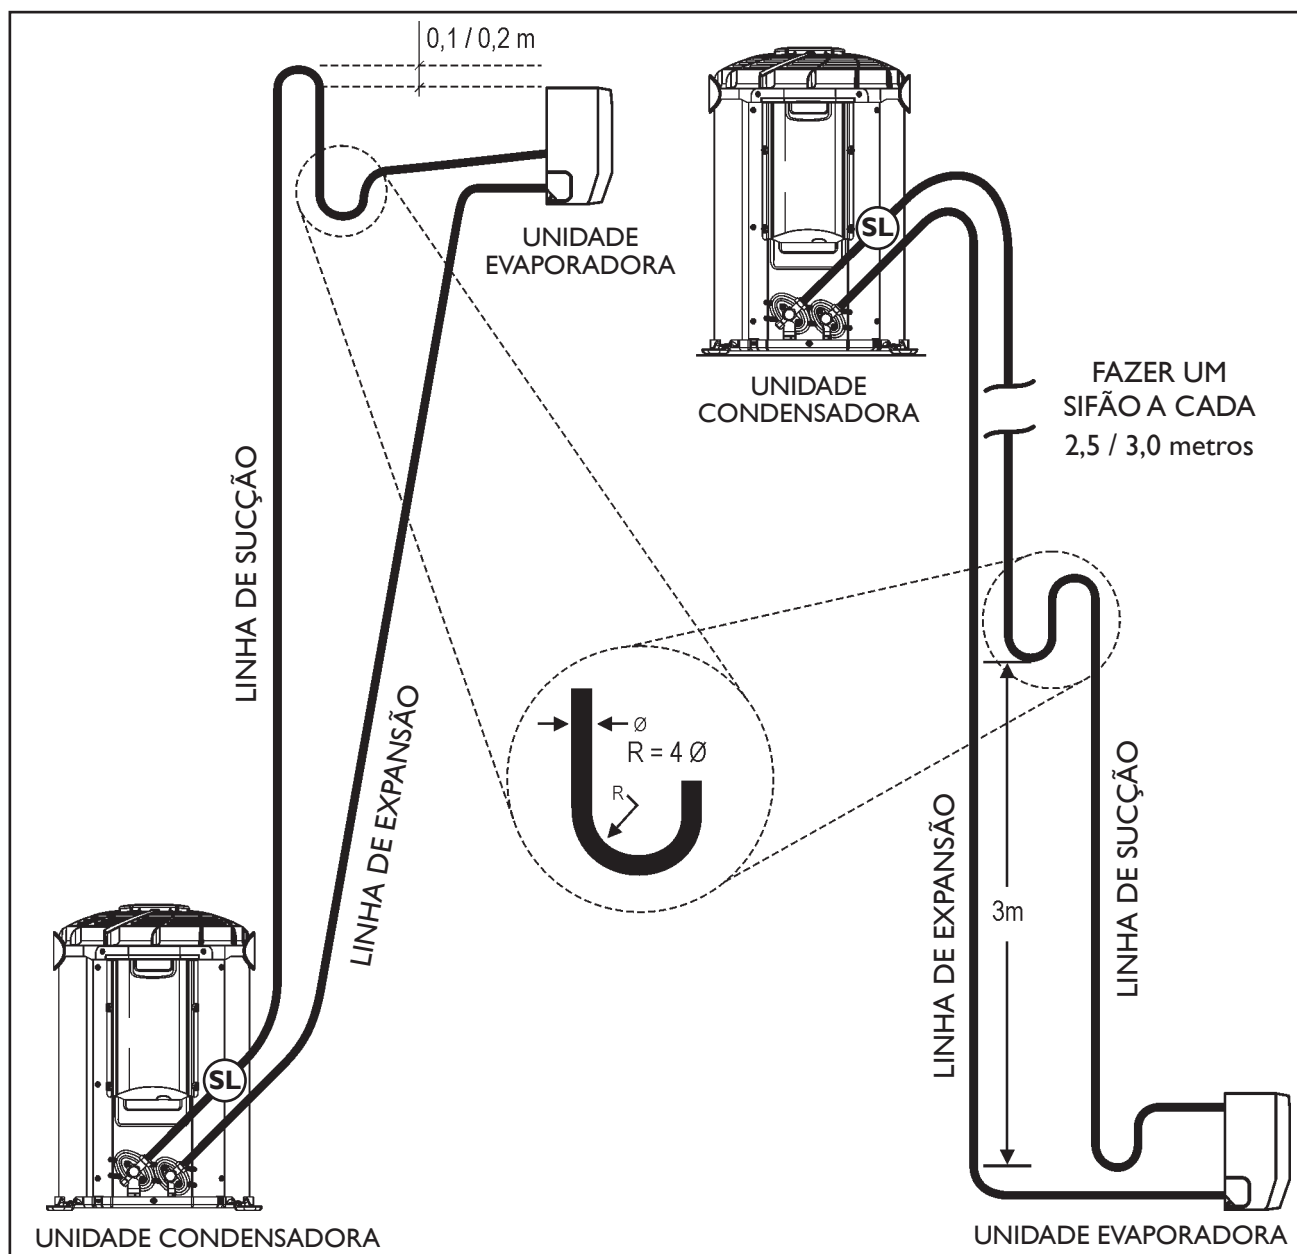

FIGURA 21 - SIFÃO NAS LINHAS DE SUCCÃO
- 4° Inclinær as linhas horizontais de sucção no sentido do fluxo. (Figura 21)
- 6° O procedimento de vácuo deve ser especialmente bem feito; definir a carga de refrigerante através da medição do superaquecimento (ver sub-item 6.8).